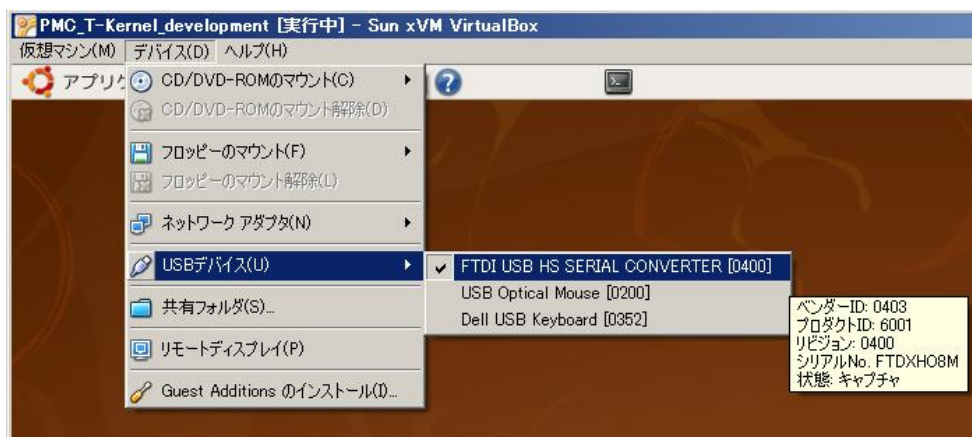

図 2-6-1-1. USB デバイスの認識
- ①USB-シリアルケーブルを PC に接続してください。VirtualBox が正常に認識し、図 2-6-1-1 のように「デバイス (D)」→「USB デバイス (U)」に追加され、チェックマークがついていることを確認してください。チェックマークがついていない場合は、デバイス名をクリックすることでチェックマークをつけることができます。